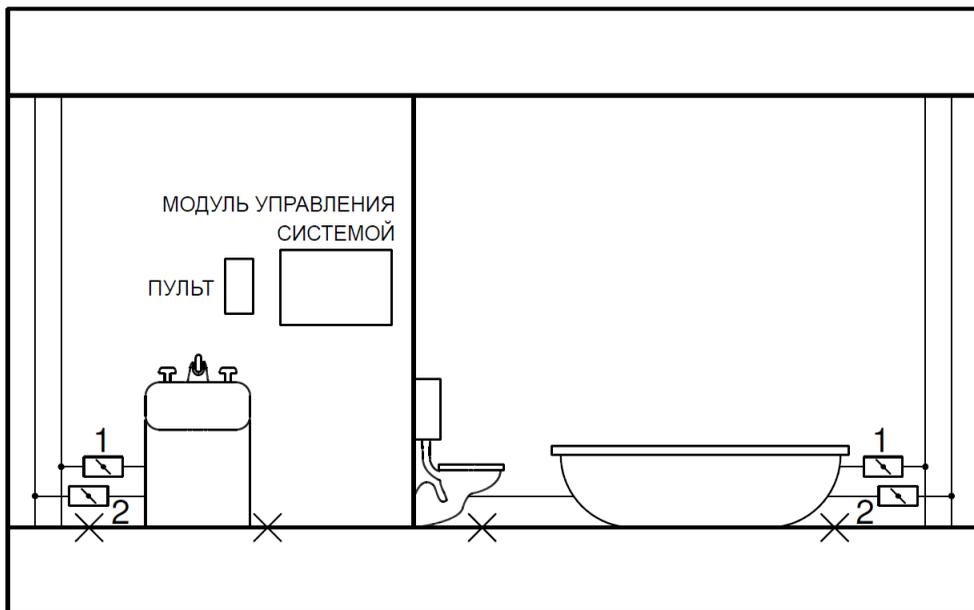

Рисунок 14. Вариант подключения системы 4.
Краны (1, 2) с электроприводом устанавливаются как показано на рис. 14. В случае если требуется подключение 4-х кранов допускается параллельное подключение кранов. Датчики протечки (X) устанавливаются на полу в местах возможного скопления воды при авариях и протечках (в санузлах, на кухне, под раковинами, унитазом и т. п.).